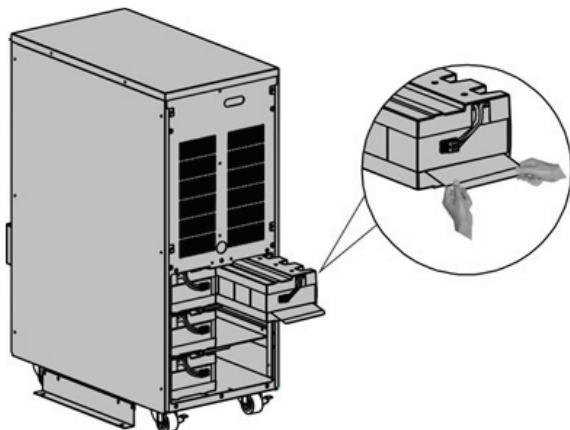

Рис. 8-3 Простая замена аккумулятора – Шаг 3
2) Выньте блок аккумуляторов из отсека. См. рис. 8-3.